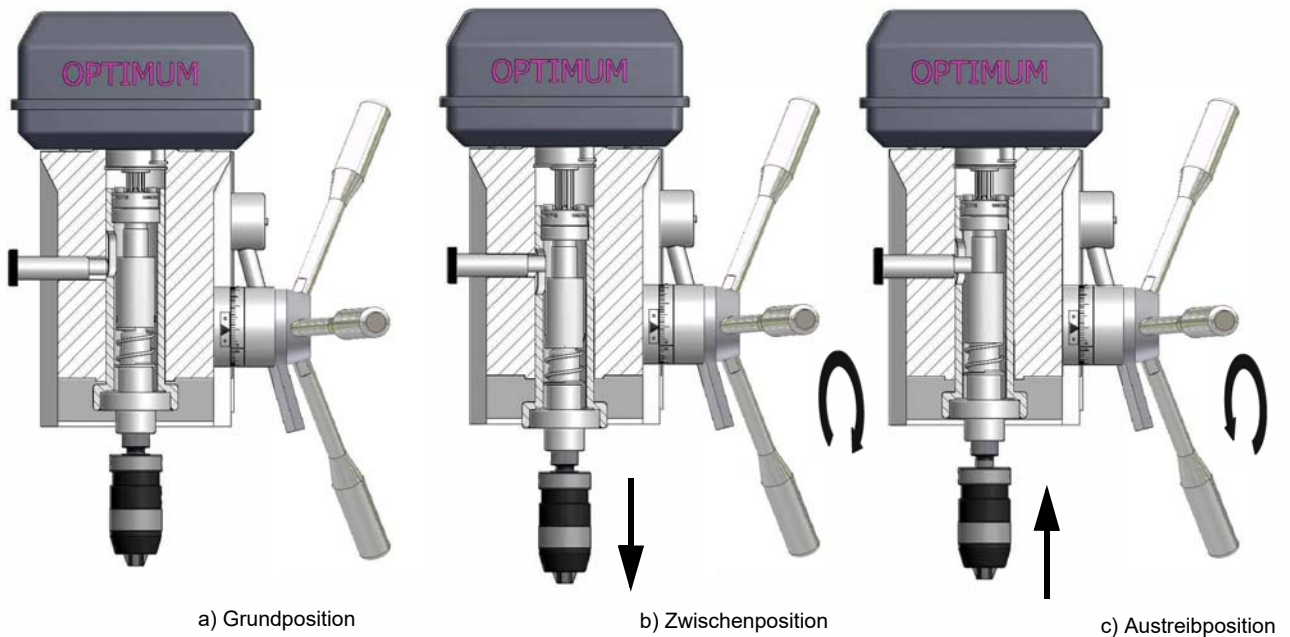

Abb.4-18: Funktionsdarstellung des Austreibers (Darstellung im Schnitt)
- ➔ Bewegen Sie die Pinole soweit nach unten, bis sich der Sperrbolzen ① einschieben lässt (Abb. 4-18 (b) Zwischenposition).
- ➔ Bewegen Sie den Sperrbolzen ① soweit, bis der Sperrbolzen vollständig einrastet (Abb. 4-18 (c) Austreibposition).
- ➔ Drücken Sie den Pinolenhebel ② mit einer schnellen und kräftigen Bewegung nach oben.